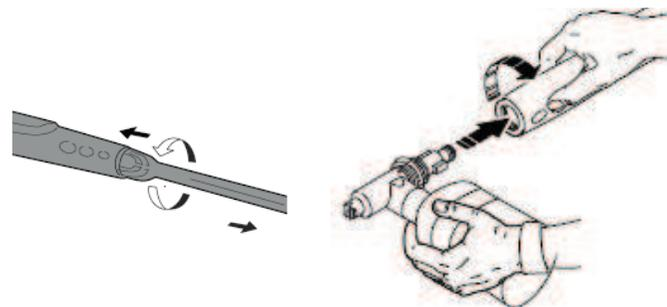

рис. 4
- подсоедините насадку распылитель к бутылки с моющим средством и зафиксируйте с помощью фиксатора соединений как показано на рис. 4;